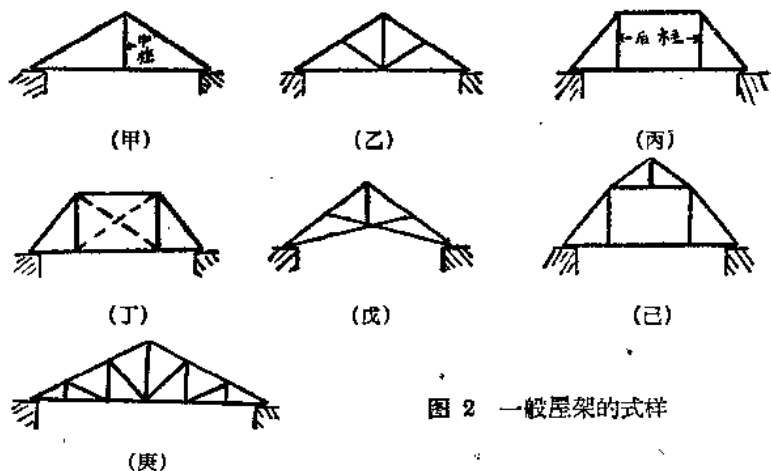

图 2 一般屋架的式样
(1) 中柱式：这是一种最简单的屋架，除了上弦、下弦之外，在中央有一根直的拉杆名叫中柱(见图 2 甲)，所以叫中柱式屋架。这种屋架的跨距不能超过 5 公尺；如果跨距要做得大一些，一定要加二根斜撑，如图 2 乙所示。但最大亦不能超过 9 公尺。
(2) 后柱式：这种屋架是在上弦的上端大约去掉三分之一的长度，改用一根横梁连接起来，另外加二根直杆，叫做后柱（见图 2 丙）。有的在中間再加一对交叉的斜撑，用来抵抗风力，如图 2 丁中虚线所示。这种屋架的跨距亦不宜超过 9 公尺。
(3) 剪刀式：这种屋架下弦倾斜成剪刀形（见图 2 戊），但下弦过中心点的延长部分，应该作为斜撑。屋顶坡度如果需要很陡，多用这种屋架。跨距一般亦不宜超过 9 公尺。
(4) 孟沙式：这种屋架的形式，是把中柱式的架子放在后柱式的架子上面合并成功的。这种屋架适用在双斜两落水的屋面（见图 2 己）。
(5) 豪氏式：这是一种用途最广的普通人字屋架，是工人们最熟悉的。跨距可从 6 公尺到 20 多公尺。这种屋架上下弦及斜撑都用木材，而豎直拉杆通常多用一根或二根长螺絲（见图 2 庚）。